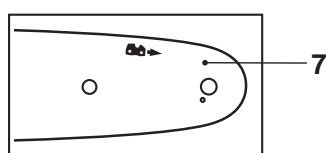

Fig. 1
3. Posez l'appareil sur une surface plane et adéquate, avec la poignée arrière (1) vers le haut.
**AVERTISSEMENT !** Avant d'ôter le couvercle (17), vérifiez au préalable que le frein est bien désactivé. S'il est activé, tirez la poignée de frein (5) vers l'arrière jusqu'à ce qu'elle s'enclenche en position, voir "Fonctions-Frein de chaîne".
4. Desserrez l'écrou de blocage (10) avec l'outil multifonctions (31), et enlevez-le avec le couvercle (17).
6. Enfilez la fente du guide-chaîne (7) sur le boulon (11). Attention: le guide-chaîne (7) doit être monté avec l'icône de lame de scie orientée vers le haut (Fig.1).